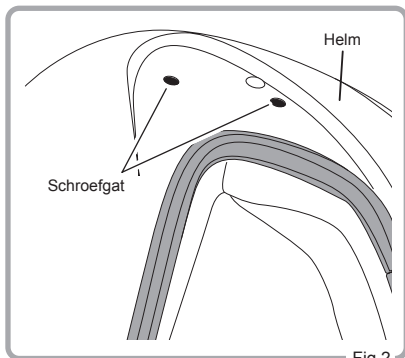

Fig.2
2. Trek het vizier in de richting van de pijl (zie Fig. 2), terwijl u de ontgrendelingsknop op het vizier ingedrukt houdt. Eén kant van het vizier is nu volledig vrij.
2. Plaats de vizierblokkeerpal in de holte aan de zijkant van de helm en lijk de schroefgaten van de vizierblokkeerpal uit met de schroefgaten op de helm (Fig. 2).